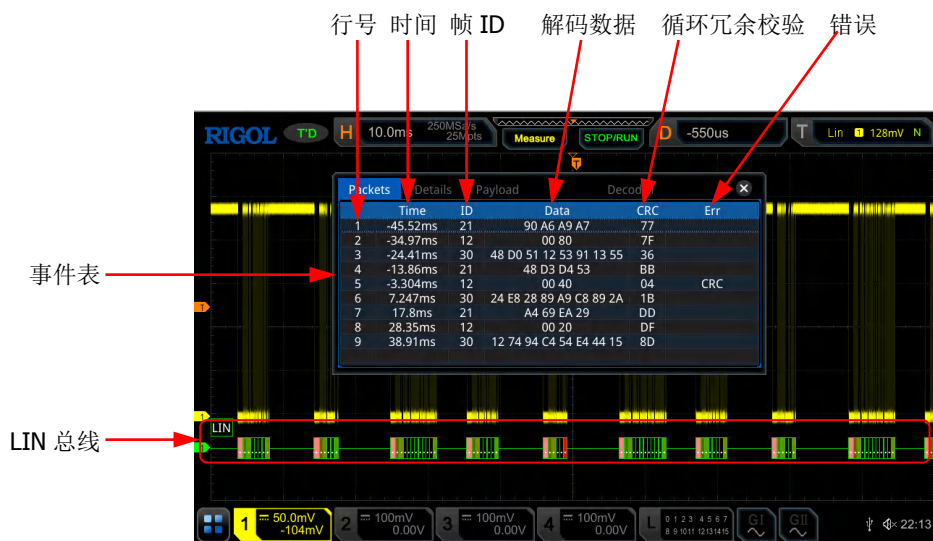

图 11-9 LIN 解码事件表
- ▶ 打开或关闭事件表：连续按 **事件表** 键，打开或关闭事件表显示。打开事件表，屏幕弹出如图 11-9 所示的事件表。您也可以触摸屏功能触摸事件表右上方的图标  关闭事件表功能。另外，当运行状态为“STOP”时，您还可以旋转多功能旋钮  选择指定行并查看相应的解码信息。